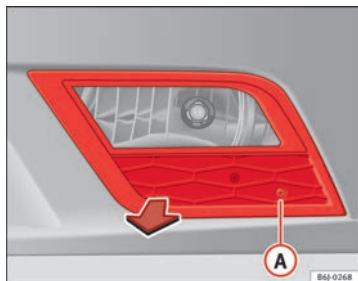

Fig. 166 Faro fendinebbia
- Rimuovere la vite ⇒ fig. 166 (A) della griglia del faro fendinebbia con un cacciavite.